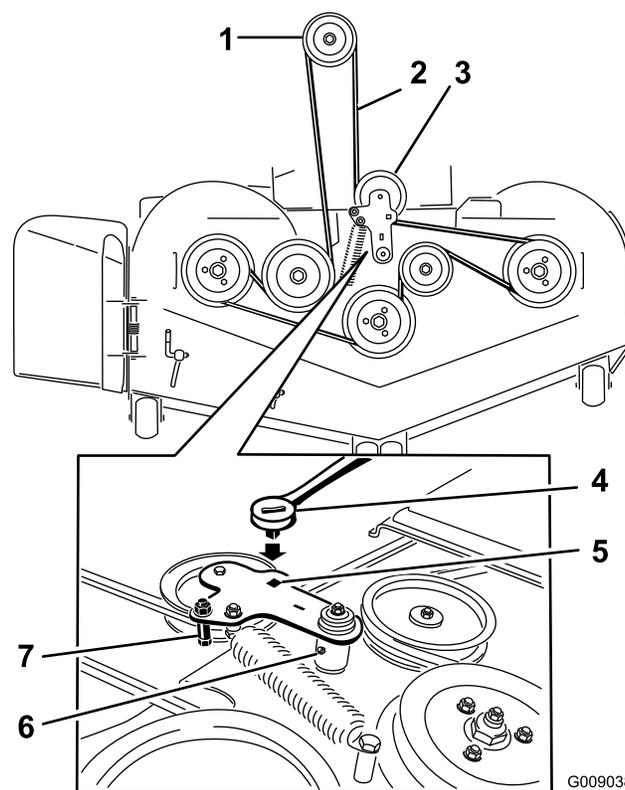

Figure 100
6. Soulevez le bac de plancher et insérez un rochet dans le trou carré de la poulie de tension du plateau (Figure 100).
7. Tournez la poulie de tension dans le sens horaire et retirez la courroie du plateau (Figure 100).